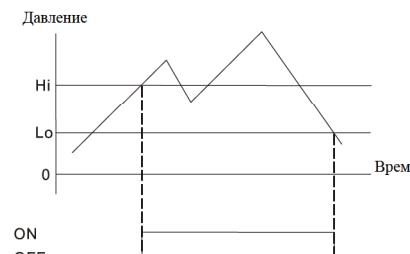

Рис. 2: Гистерезисный режим работы выхода
2. **Гистерезисный режим.** При заданных порогах давления Hi/Lo, когда измеренное давление превысит значение верхнего порога (Hi), выход включится, а когда давление станет меньше значения нижнего порога (Lo), выход выключится. (См. рис.2.)